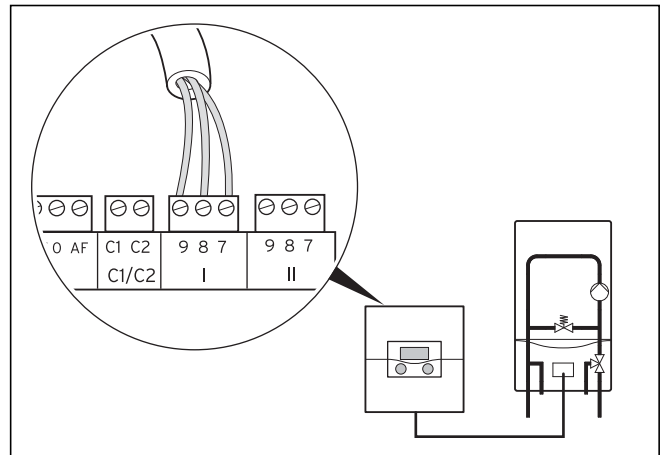

Fig. 5.1 Raccordement de l'appareil de chauffage
- Procédez au câblage du raccordement de l'appareil de chauffage avec la conduite de connexion (min. 3 x 0,75 mm²) (→ fig. 5.1).